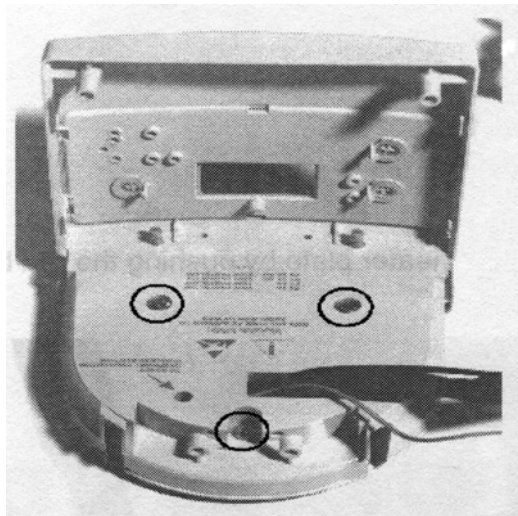

Abbildung 7.6 - Platzierung der Heizplattenschrauben
3. Entfernen Sie die 3 Schrauben, die die Heizplatte halten - Abbildung 7.6